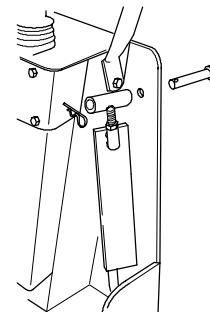

Abbildung 25
3. Die Seitenstangen wie in Abbildung 25 gezeigt in Lagerungsposition befestigen.